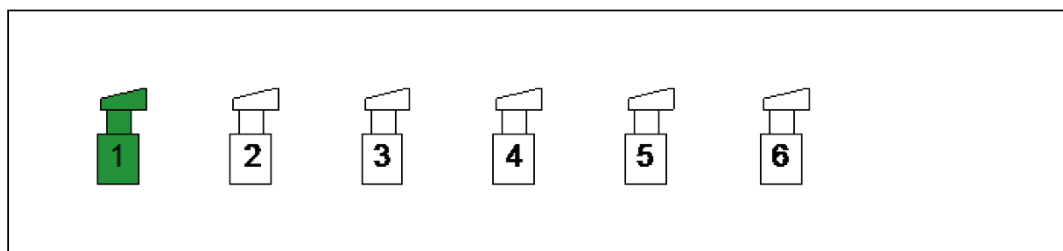

Figura 4-63 Exibição de seção telescópica atual
Observe o código da lança na área a seguir da Figura 4-63.
h) "Seção telescópica alvo" na Figura 4-58 indica que a seção da lança correspondente destacada em verde realizará movimentos relevantes no modo de telescopagem manual. Por exemplo, na tela "status de lança durante telescopagem manual" (figura 4-63), a seção destacada é a seção telescópica I. Dessa forma, a seção telescópica 1 deve realizar movimentos de telescopagem.